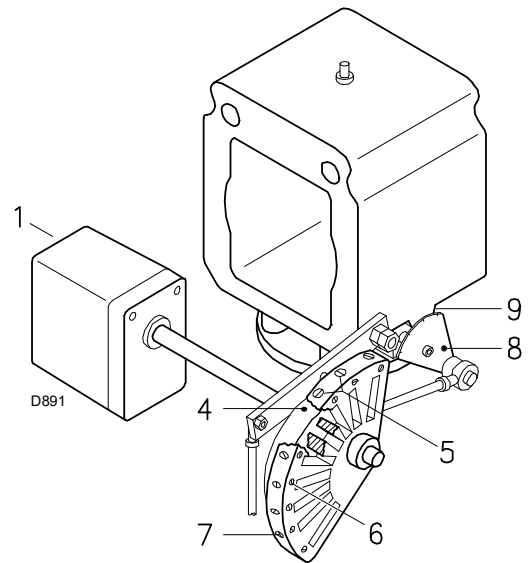

Fig. 27
Variar en progresión el perfil final de la leva 4)(Fig. 27) utilizando los tornillos 7).
Leyenda (Fig. 27)
Variar en progresión el perfil inicial de la leva 4)(Fig. 27, pág. 25) mediante los tornillos 5).
- desenganchar la leva 4)(Fig. 27, pág. 25) del servomotor, presionando y desplazando hacia la derecha el pulsador de desenganche del servomotor;
- Terminada la regulación, fijar la misma mediante los tornillos 6)(Fig. 27, pág. 25).